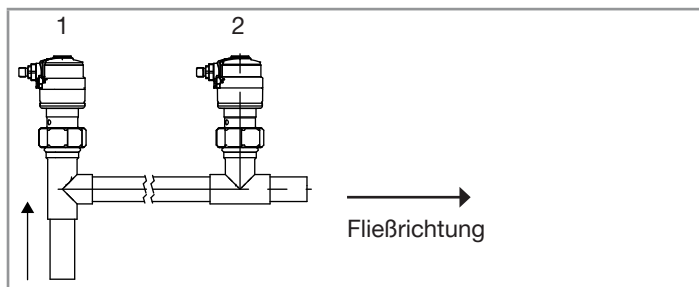

Abb. 9: Montagepositionen des Fittings / der Geräteeinheit im Rohr.
Wenn der pH-Wert oder das Redoxpotential in Flüssigkeiten gemessen wird, die Feststoffe enthalten, die Ablagerungen am Rohrboden hinterlassen können, verwenden Sie Installationsposition 1 (siehe Abb. 9).
- Eine geeignete Position im Rohr wählen, um das Fitting zu installieren. Abb. 9 zeigt die bevorzugte Montageposition „1“ für ein Gerät mit Leitfähigkeitssensor C=0,1 oder C=0,01.